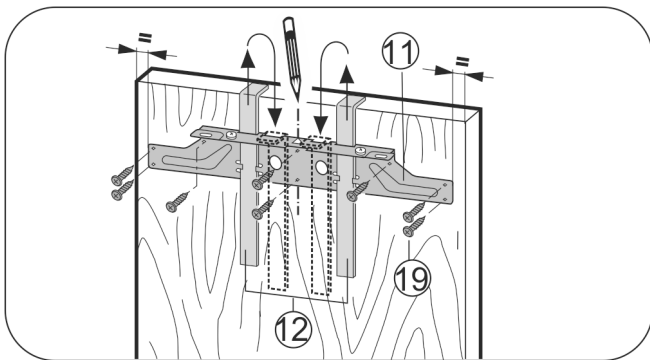

Fig. 26
- Pritrdilni prečnik Fig. 26 (11) z montažnim pripomočkom Fig. 26 (12) obesite na notranjo stran vrat pohištva.
- Pritrdilni prečnik Fig. 26 (11) naravnajte na sredino vrat.
- Pritrdilno prečko Fig. 26 (11) dobro privijte s pomočjo najmanj 6 vijakov Fig. 26 (19).
- Pritrdilno prečko Fig. 26 (11) s 4 vijaki Fig. 26 (19) dobro privijte na rob.
- Montažne pripomočke Fig. 26 (12) izvlecite navzgor in jih tako obrnjene potisnite v poleg ležeče odprtine.